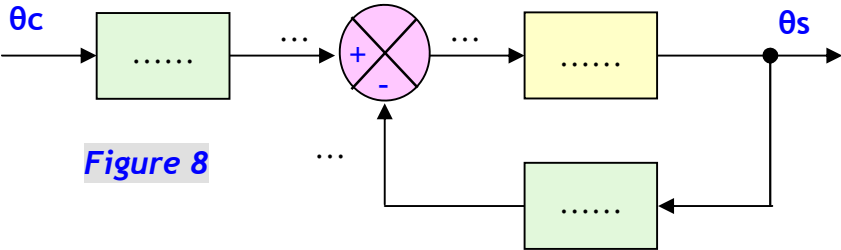

Figure 8
2. Schéma fonctionnel simplifié de la régulation de température du chauffe-eau - Figure 8 - ;